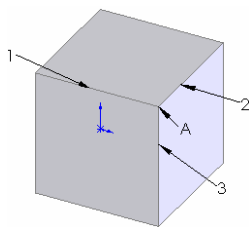

图 5-20 拉伸的图形
❸ 拉伸实体。选择菜单栏中的“插入”→“凸台/基体”→“拉伸”命令，将上一步绘制的草图拉伸为“深度”为 60 的实体。结果如图 5-20 所示。
❹ 执行圆角命令。选择菜单栏中的“插入”→“特征”→“圆角”命令，此时系统弹出“圆角”属性管理器。
❺ 设置半径及边线。在“圆角类型”一栏中，选择“等半径”复选框；在“半径”一栏中输入值 10。用鼠标选择如图 5-20 所示中的边线 1、边线 2 与边线 3。
❻ 设置逆转距离。单击“逆转参数”复选栏的下拉箭头将其展开，在“逆转顶点”一栏中，选取如图 5-20 所示中的顶点 A，此时与顶点相交的 3 条边线出现在“逆转距离”一栏中。在“逆转距离”一栏中选择边线 1，并在“距离”一栏中输入值 10。同样地，将边线 2 的逆转距离设置为 20，将边线 3 的逆转距离设置为 30。此时“逆转参数”复选栏如图 5-21 所示，图形预览效果如图 5-22 所示。